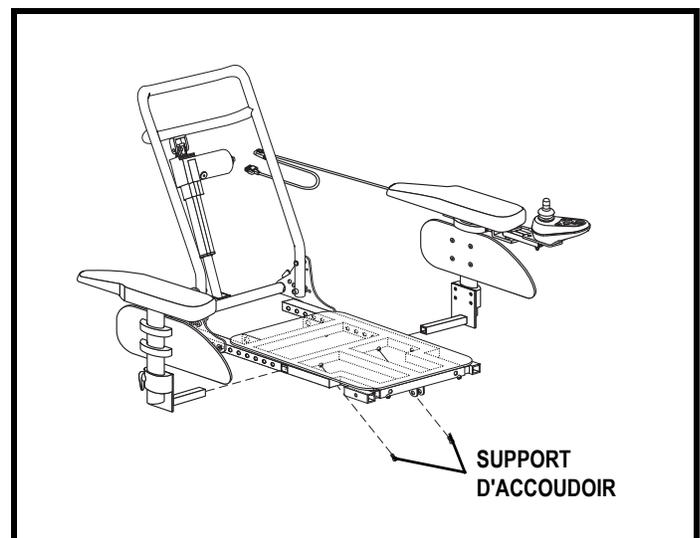

Figure 15. Réglage en largeur du siège/accoudoir
2. Desserrez le support d'accoudoir. **Voir la figure 15.**